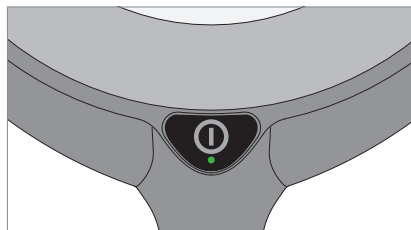

Fig. 8: Tasto.
- Premere il tasto, vedi Fig. 8.
- Premere il tasto e tenerlo premuto, vedi Fig. 8.
- Premere il tasto velocemente per due volte consecutive, vedi Fig. 8.